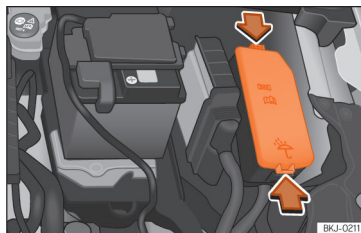

Fig. 169 No compartimento do motor: tampa da caixa de fusíveis.
- Pressione as patilhas de bloqueio para desbloquear a tampa da caixa de fusíveis >>> Fig. 169.